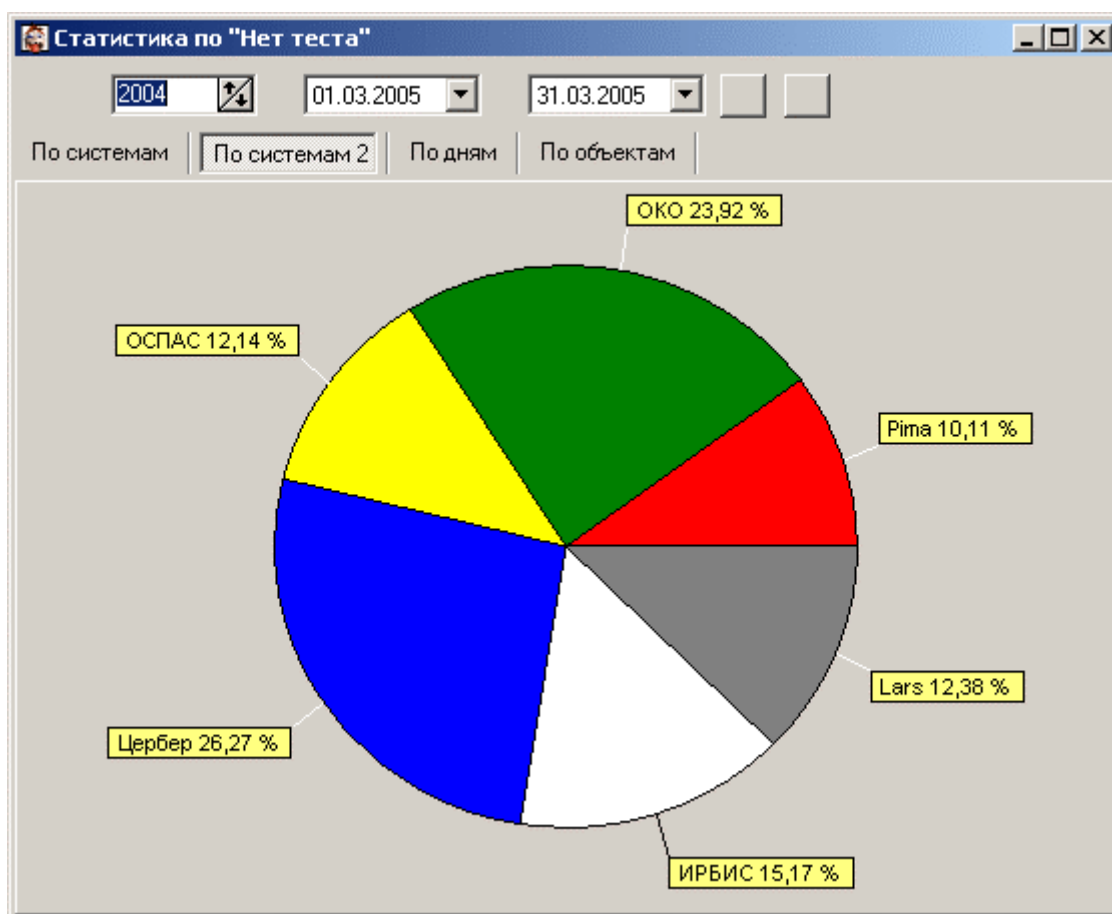

Рис.4.10
- **Статистика по “нет теста”** – позволяет вывести статистику по количеству системных сообщений “нет теста” за определенный интервал времени по системам, дням и объектам. По системам – 2 типа отчета. 1-й – просто подсчитывается количество сообщений “нет теста” для каждой используемой системы. 2-й – когда подсчитывается количество сообщений “нет теста” для каждой используемой системы и относится это в процентном соотношении к количеству объектов для данных систем. (Рис.4.10)